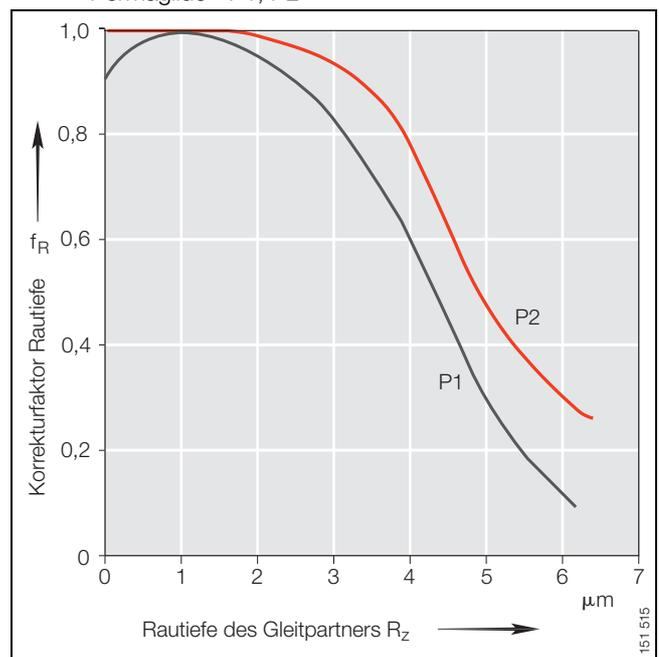

Bild 7 · Korrekturfaktor Rautiefe f_R , Permaglide® P1, P2
Korrekturfaktor Rautiefe, Bild 7, Seite 15
- Korrekturfaktor Rautiefe f_R , Bild 7, Seite 15